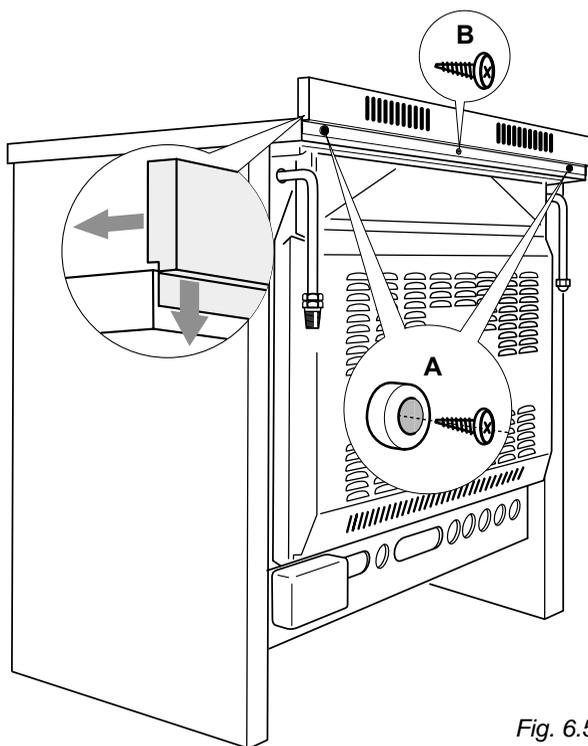

Fig. 6.5
- Togliere i distanziatori "A" (fig. 6.5) dal lato posteriore del piano di lavoro svitando la vite di fissaggio.